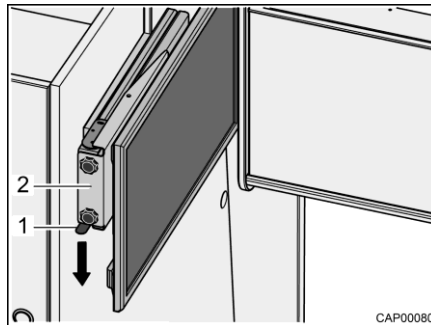

Bild 47 Utdrag med platt bildskärm
- Tryck låsfjädern (Bild 47,1) nedåt och dra ut utdraget (Bild 47,2) med den platta bildskärmen vågrätt i riktning mot fordonets mitt.
- Skjut in utdraget (Bild 47,2) med den platta bildskärmen vågrätt fram till anslaget. Låsfjädern (Bild 47,1) hakar fast hörbart.